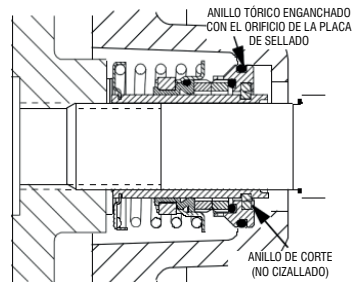

Figura 5. Sello parcialmente instalado
Limpie e inspeccione el impulsor como se describe en **Instalación y ajuste del impulsor**. Instale el juego completo de cuñas del impulsor (40) suministrado con la junta y atornille el impulsor en el eje hasta que quede asentado contra la junta (ver **Figura 5**).